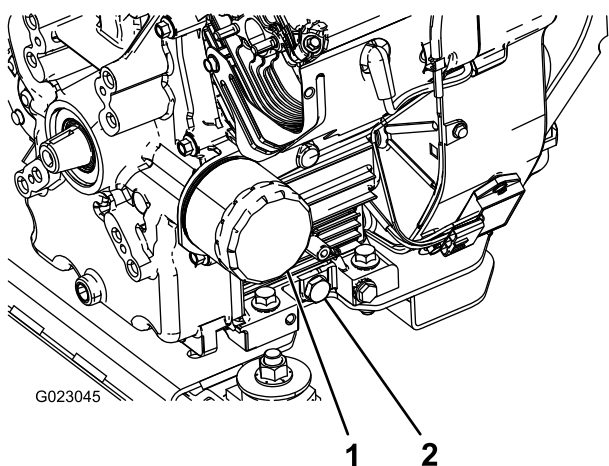

Figura 43
5. Îndepărtați bușonul de golire (Figura 43).
2. Demontați filtrul de ulei (Figura 43).
5. Montați filtrul de ulei nou pe adaptor. Rotiți filtrul de ulei în sensul acelor de ceasornic până când garnitura din cauciuc intră în contact cu adaptorul filtrului, apoi strângeți filtrul cu încă jumătate ($\frac{1}{2}$) de tură (Figura 43).